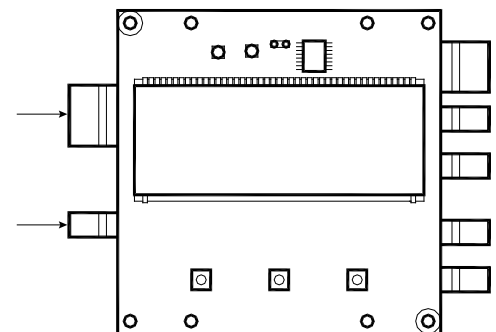

Figura 30: Cables a enchufes
4. Conecte los cables a los enchufes correspondientes del lado izquierdo de la placa como se muestra en la Figura 30 30.